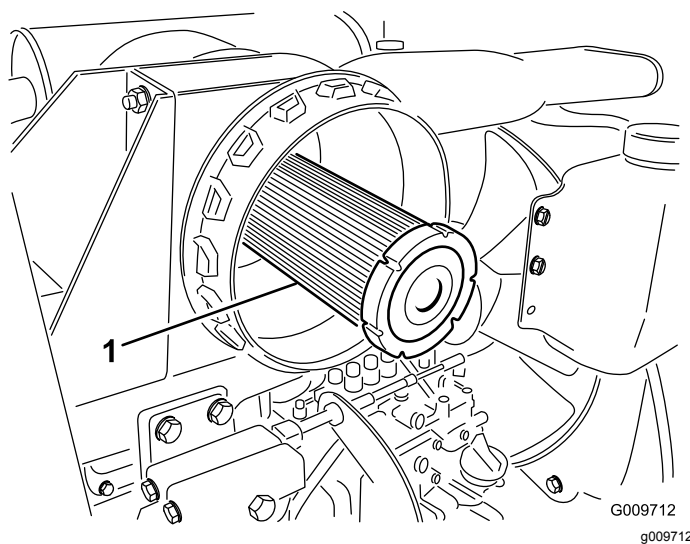

Figure 80
**Important:** N'essayez jamais de nettoyer l'élément de sécurité (Figure 80). Remplacez l'élément filtrant de sécurité une fois sur trois, quand vous effectuez l'entretien du préfiltre.